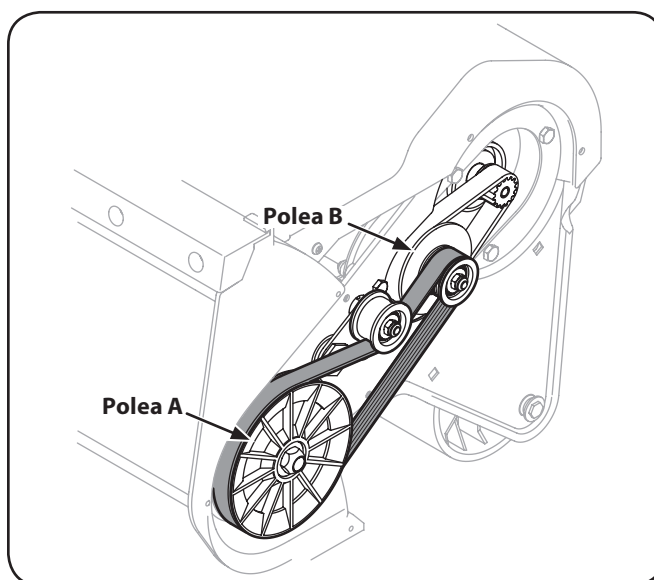

Figura 7-3
2. Tire del soporte intermedio hacia arriba para aliviar la tensión de la correa. Vea la Figura 7-3.